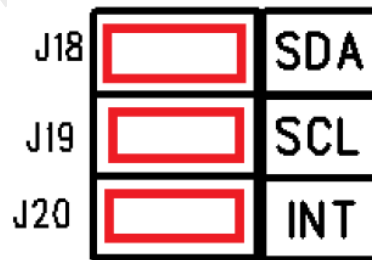

图 1-7 G-sensor I2C 接线
4). **标记 7:** I2C 接口，连接 G-sensor，跳线 J18, J19, J20 跳线见图 1-7，
六轴传感器 G-sensor 的电源由 VDD_DEV 提供，因此使用该功能时，需要将 J6 连接，可参考图 1-7。